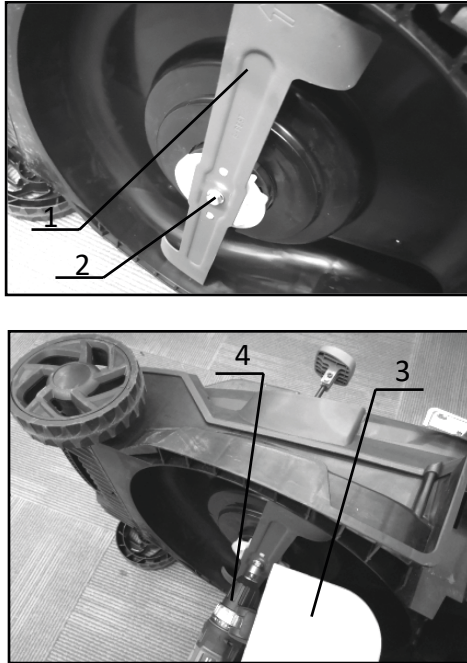

Рисунок 14. Схема демонтажу ножа.
2. Зафіксувати ніж (1, рис. 14), вставивши в косарку брусок (3, рис. 14) або щось подібне. Обережно очистити ніж від забруднення. Перевірити відсутність механічних ушкоджень та стан лез. Для очищення використовувати щітку з м'яким ворсом.
3. Ключем (4, рис. 14) відкрутити гвинт (2, рис. 14) та демонтувати ніж. Заміну ножа виконувати обережно (в щільних рукавичках).